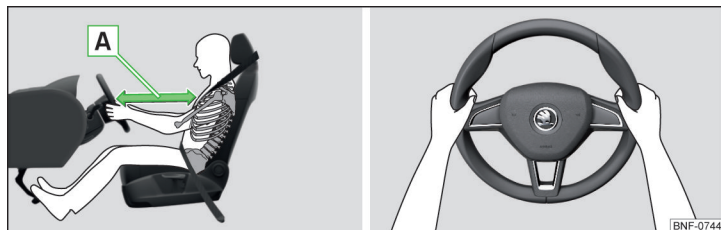

Fig. 2 Posição correta do banco do condutor / posição correto do volante
- ✓ Ajustar o banco do condutor de modo a que os pedais podem ser acionados totalmente com as pernas ligeiramente dobradas e a distância entre o volante e seu peito é de pelo menos 25 cm » Fig. 2 - A.
- Durante a viagem, segure o volante com ambas as mãos, lateralmente e pela parte exterior nas posições das «9» e «3» horas » Fig. 2. Nunca segure o volante na posição das «12» horas ou de qualquer outra maneira (p. ex., pelo centro do volante, pelo interior do volante e semelhante). Caso contrário, no disparo do airbag poderão surgir ferimentos graves nos braços, nas mãos e na cabeça.